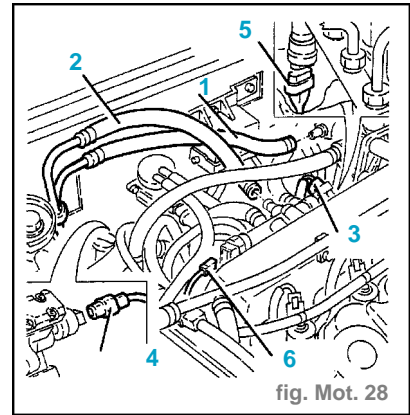

fig. Mot. 28
- Déconnecter le tuyau de prise de dépression (2) pour le servofrein de la pompe à vide.
- Déconnecter du filtre le tuyau d'arrivée (1) du combustible. (fig. Mot. 28)